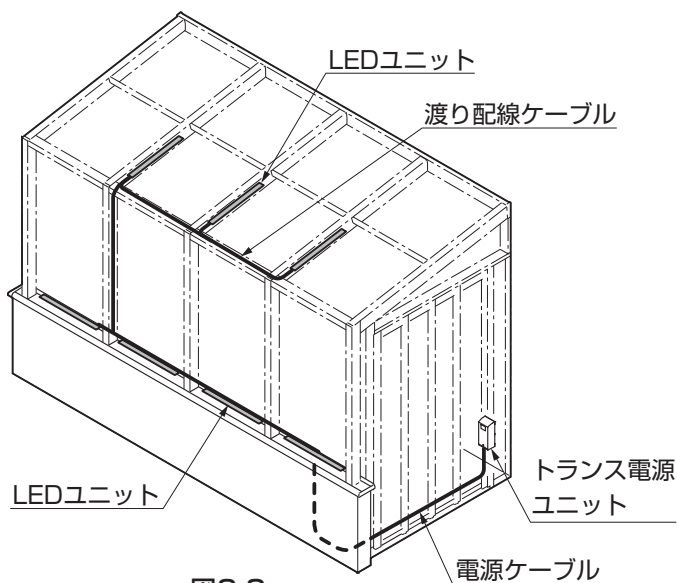
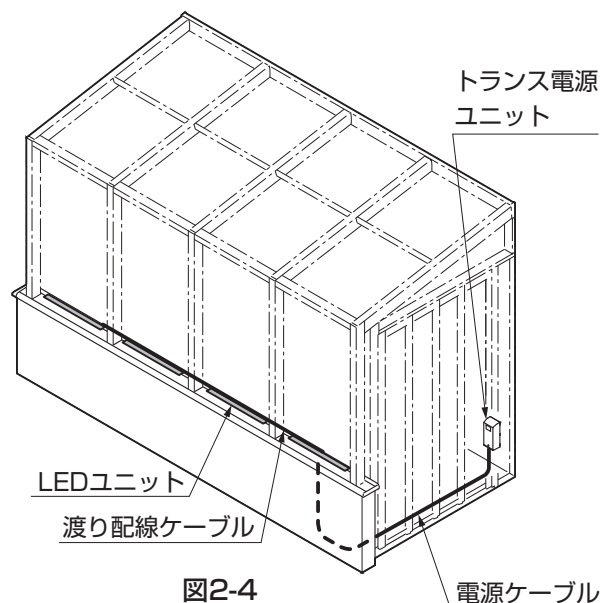

図2-3
図2-4
①図2-3、図2-4のようにLEDユニットの配線をとりまわしてください。